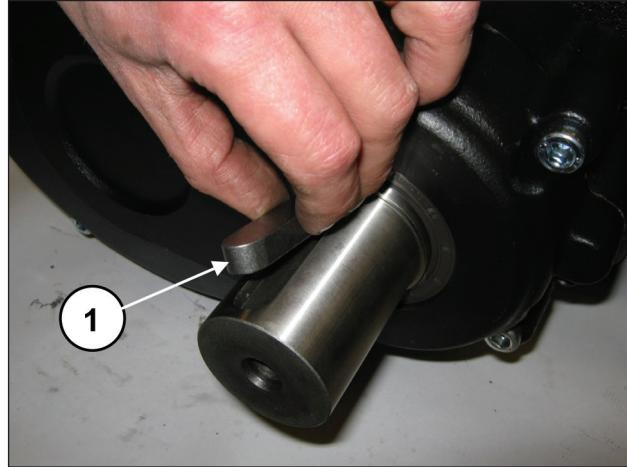

Fig. 3
Déposer la clavette de l'arbre de la prise de force (rep. ①, Fig. 3).